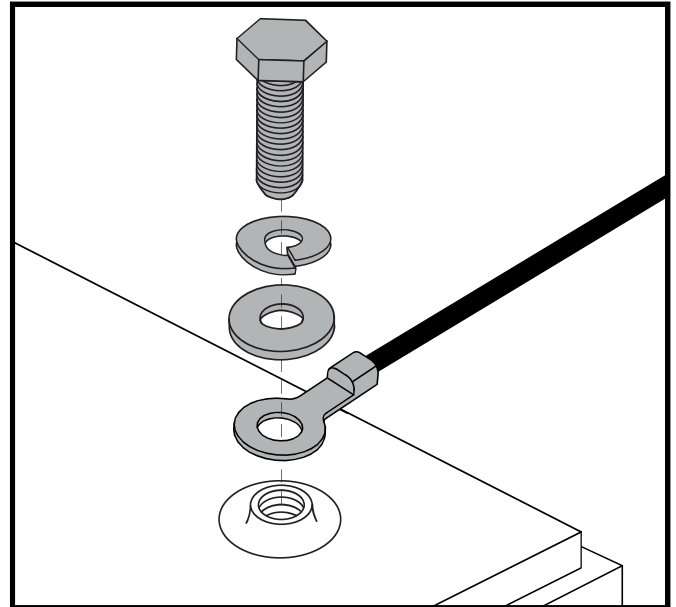

Figuur 14. Verwijdering/installatie van de accu, polen en aansluitingen
2. Maak de bevestiging van de accu los. Zie figuur 14.
3. Maak de bedrading die van voor naar achter loopt los. Ontkoppel beide accukabels door iedere kabel uit de bijbehorende stekker te trekken. Zie figuur 14.
6. Plaats een nieuwe accu in elke accu compartiment. Bij modellen 710LX en 710LXW moet u de batterijpolen van elke batterij naar achteren gericht houden. Voor alle andere modellen moet u de batterijpolen van elke batterij tegenover elkaar en in de richting van de buitenkant van de scooter plaatsen. Zie figuur 14.